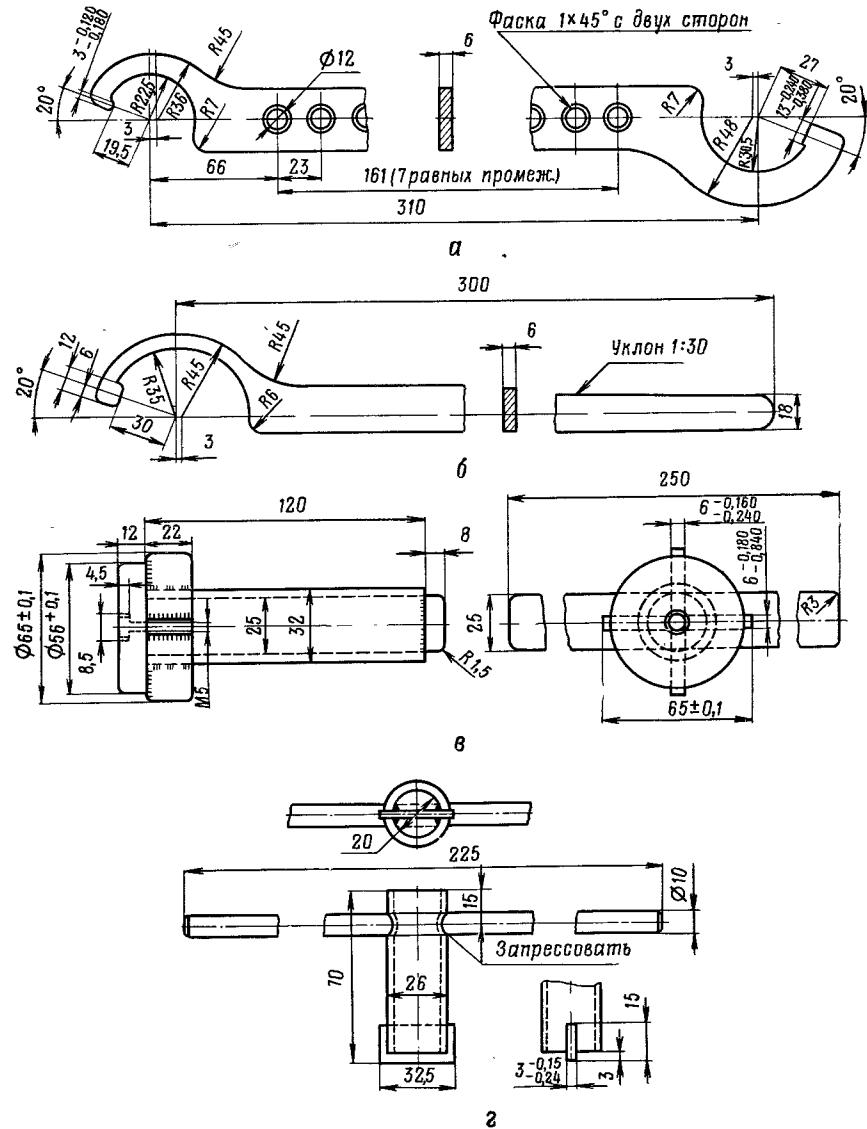

Рис. 45. Ключи для монтажа ручного насоса:
3. Течь из-под гайки 16 или по штоку 17. Такая течь возможна вследствие износа уплотнительного кольца 14, которое в этом случае необходимо заменить. При монтаже и демонтаже ручного насоса применять специальные ключи (рис. 45).